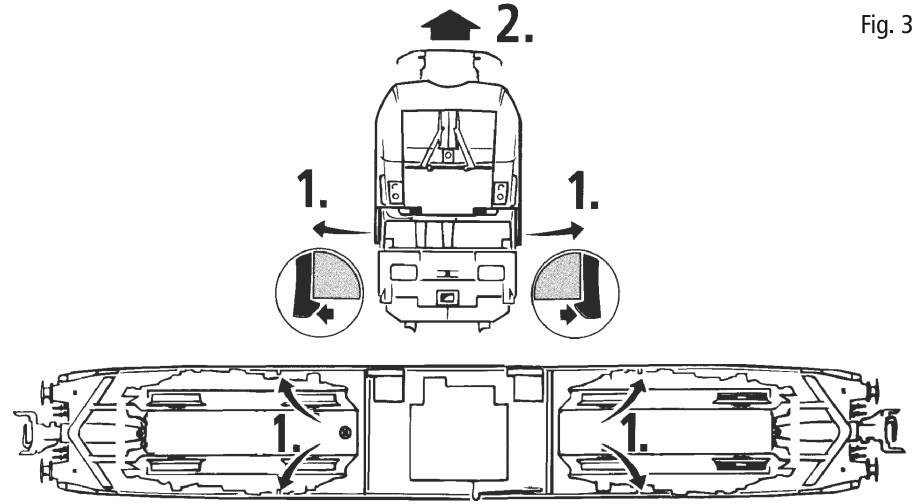

Fig.4
**1. Reinigung der Radstromkontakte:** Radstromkontakte können auf unsauberen Schienen leicht verschmutzen. Entfernen Sie **vorsichtig** mit einem kleinen Pinsel **den Schmutz** an den in Fig. 4 gekennzeichneten Stellen. Dazu zuerst den Getriebedeckel abnehmen (Fig. 8).
**roues:** Les lames de contacts risquent de s'encrasser rapidement sur des voies poussiéreuses. Veuillez **enlever la poussière** aux endroits marqués à la fig. 4 à l'aide d'un petit pinceau souple. A ces fins démontez d'abord le bogie (fig. 8).
**goutte** aux endroits indiqués par le plan de graissage (fig. 6) après avoir démonté la caisse de la locomotive (fig. 4). Nous vous recommandons **le graisseur à huile Roco réf. 10906**. Pour graisser les engrenages (roues dentées, vis sans fin) nous vous conseillons la **graisse spéciale Roco réf. 10905** pour engrenages en matières synthétiques. Lorsque vous utilisez cette graisse il faut éviter d'huiler ces composants.
**1. Cleaning of wheel contacts:** Wheel contacts easily get dirty on tracks which are not entirely clean. Use a small brush to **remove dirt** from spots marked in fig. 4. Prior to cleaning the contacts dismantle the bogie (fig. 8).
Fig.4 a